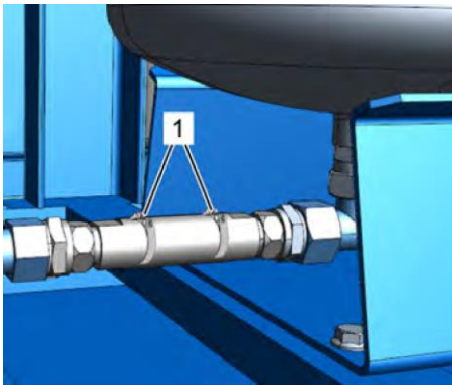

Рис. 53: Анод протекторной защиты
5. ► Отсоедините шланговые зажимы системы выравнивания потенциалов (Рис. 53/1).
10. ► Установите и прикрутите шланговые зажимы и кабель системы выравнивания потенциалов (Рис. 53/1).